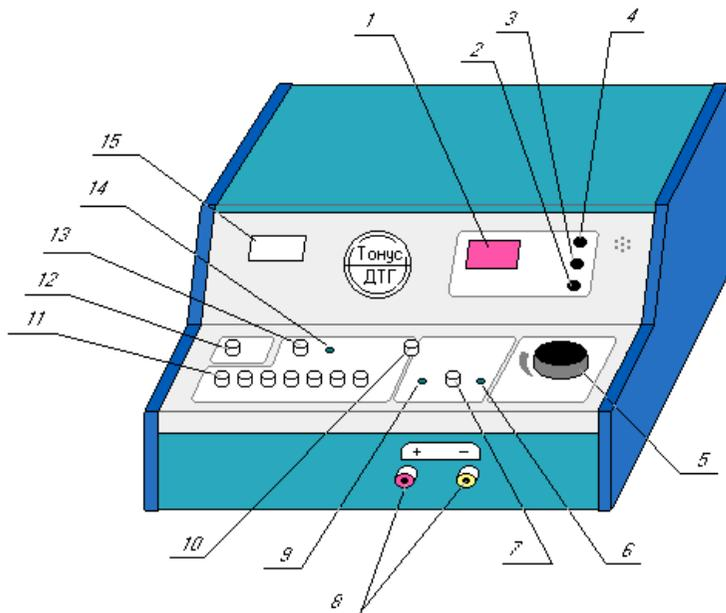

Рисунок 8 - Аппарат для лечения диадинамическими токами и гальванизации «Тонус ДТГ»
- 4.2 На лицевой панели аппарата (рисунок 8) расположены органы управления и контроля:
- 7.6.1 Установить ручку регулятора выходного тока «МОЩНОСТЬ» (рис.8, поз.5) в крайнее левое положение
- 7.6.2 Кнопкой переключений диапазонов тока (рис.8, поз.7) установить требуемый для проведения процедуры рабочий диапазон. При нажатом положении кнопки переключателя ток соответствует 0-50 мА, при отжатом положении - 0-5 мА.
- 7.6.4 Кнопками таймера «УСТАНОВКА +» (рис.8, поз.4) и «УСТАНОВКА -» (рис.8, поз.3) установить заданную врачом продолжительность процедуры.
- 7.6.5 Для начала отсчета времени процедуры нажать кнопку таймера «ПУСК/СТОП» (рис.8, поз.2).
- 7.6.6 Плавным вращением регулятора выходного тока «МОЩНОСТЬ» (рис.8, поз.5) по часовой стрелке установить необходимую величину тока, при этом у пациента под электродами появляется ощущение тепла или покалывания.
- 7.6.7 Окончание выполнения процедуры происходит по нажатию кнопки «ПУСК/СТОП» (рис.8, поз.2) или автоматически по истечению установленного времени. Окончание процедуры сопровождается звуковым сигналом.
- 7.6.8 По окончании процедуры установить регулятор тока «МОЩНОСТЬ» (рис.8, поз.5) в крайнее левое положение.
- 7.6.10 По окончании работы выключить аппарат нажатием кнопки «СЕТЬ» (рис.8, поз.12). Вынуть сетевой шнур из розетки.
7.4 Кнопкой ((рис.8, поз.10) выбрать необходимый режим работы «ДИАДИНАМИЧЕСКИЕ ТОКИ» или «ГАЛЬВАНИЗАЦИЯ». При выборе режима «ДИАДИНАМИЧЕСКИЕ ТОКИ» должен светиться индикатор (рис.8, поз.14), при выборе режима «ГАЛЬВАНИЗАЦИЯ» - один из индикаторов (рис.8, поз.6) или (рис.8, поз.9) .
ВНИМАНИЕ: Электронное блокирующее устройство исключает появление тока в цепи пациента при включении аппарата, переключении режимов работы, после прерывания и восстановления сетевого питания, если ручка регулятора выходного тока «МОЩНОСТЬ» установлена не в крайнее левое положение. О срабатывании защиты свидетельствует высвечивание на индикаторе «ТАЙМЕР» (рис.8, поз.1) надписи «Er».
7.5.1 Установить ручку регулятора выходного тока «МОЩНОСТЬ» (рис.8, поз.5) в крайнее левое положение, при этом на индикаторе «ТАЙМЕР» (рис.8, поз.1) высвечивается «00» .
7.5.2 Подключить кабель пациента с электродами к гнездам подключения «+» и «-» (рис.8, поз.8) на передней стенке аппарата. Проследите, чтобы сетевой шнур и кабель пациента не соприкасались между собой.
7.5.3 Установить переключатель полярности (рис.8, поз.13) в заданное врачом положение. При нажатом положении переключателя (рис.8, поз.13) полярность выходного тока соответствует маркировке на выходных гнездах (рис.8, поз.13); при отжатом полярность меняется на противоположную.
7.5.4 Переключателем видов тока (рис.8, поз.11) выбрать необходимый вид тока.
7.5.5 Кнопками таймера «УСТАНОВКА +» (рис.8, поз.4) и «УСТАНОВКА -» (рис.8, поз.3) установить заданную врачом продолжительность процедуры.
7.5.6 Для начала процедуры нажать кнопку таймера «ПУСК/СТОП» (рис.8, поз.2), о начале отсчета времени проведения процедуры свидетельствует мигание точки в нижнем углу индикатора «ТАЙМЕР» (рис.8, поз.1).
7.5.7 Установить необходимое значение выходного тока, плавно поворачивая ручку регулятора выходного тока «МОЩНОСТЬ» (рис.8, поз.5) по часовой стрелке. Воздействие тока на пациента должно быть сильным (ощущение вибрации), но не болезненным.
7.5.9 По истечении установленного времени процедуры подается звуковой сигнал, и автоматически отключается выходное напряжение. Для завершения процедуры до истечения установленного времени необходимо нажать кнопку таймера «ПУСК/СТОП» (рис.8, поз.2).
7.5.10 После окончания процедуры установить ручку регулятора выходного тока «МОЩНОСТЬ» (рис.8, поз.5) в крайнее левое положение, при этом на индикаторе «ТАЙМЕР» высветится «00».
- 7.1 Вставить вилку сетевого шнура в розетку сети. Нажатием кнопки СЕТЬ (рис.8, поз.12) включите аппарат, при этом должен засветиться индикатор «ТАЙМЕР» (рис.8, поз.1). Если на индикаторе «ТАЙМЕР» высвечивается «Er», установить ручку регулятора выходного тока «МОЩНОСТЬ» (рис.8, поз.5) в крайнее левое положение, при этом на индикаторе «ТАЙМЕР» (рис.8, поз.1) должно высветиться «00».